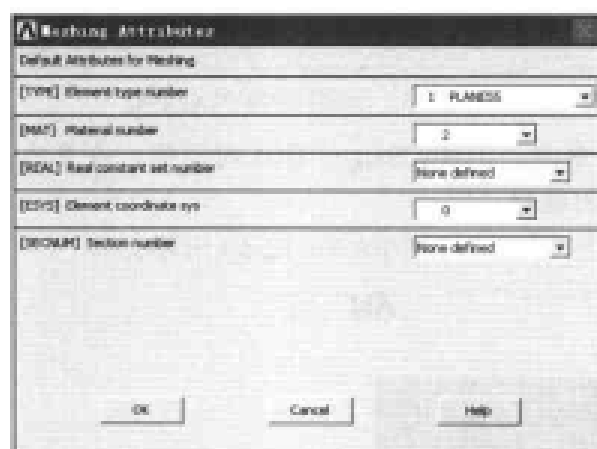

图 12-55 网格划分属性设置对话框
(8) 选择 Main Menu | Preprocessor | Meshing | Size Cntrls | ManualSize | Global | Size 命令, 出现 Global Element Sizes 对话框, 在 SIZE Element edge length 文本框中输入 0.005, 单击 OK 按钮关闭该对话框。
(9) 选择 Main Menu | Preprocessor | Meshing | Mesh Attributes | Default Attribs 命令, 出现 Meshing Attributes 对话框, 在 [MAT] Material number 下拉列表框中选择 2, 如图 12-55 所示, 单击 OK 按钮关闭该对话框。
(10) 选择 Main Menu | Preprocessor | Meshing | Mesh | Areas | Free 命令, 出现 Mesh Areas 菜单, 在文本框中输入 1, 单击 OK 按钮关闭该菜单。